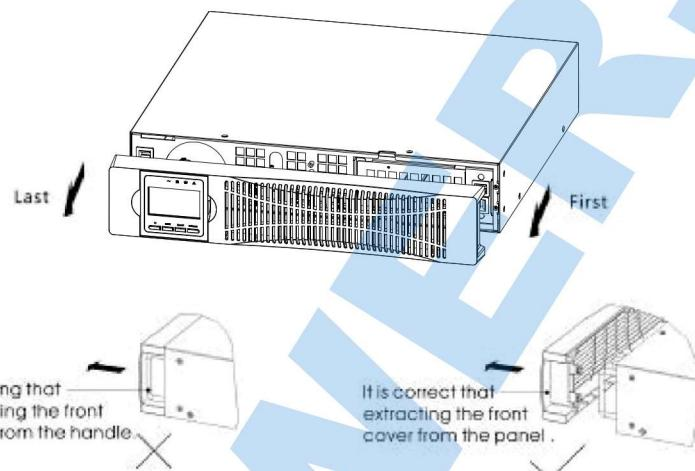

Рис. 3-9. Снятие передней крышки.
- Снимите лицевую панель каждого корпуса. Потяните сначала за край противоположный ЖК-дисплею, а затем за край рядом с экраном (рис.3-9). Обратите внимание на шлейф, соединяющий крышку с дисплеем и ИБП. Не тяните за шлейф и не отсоединяйте его.